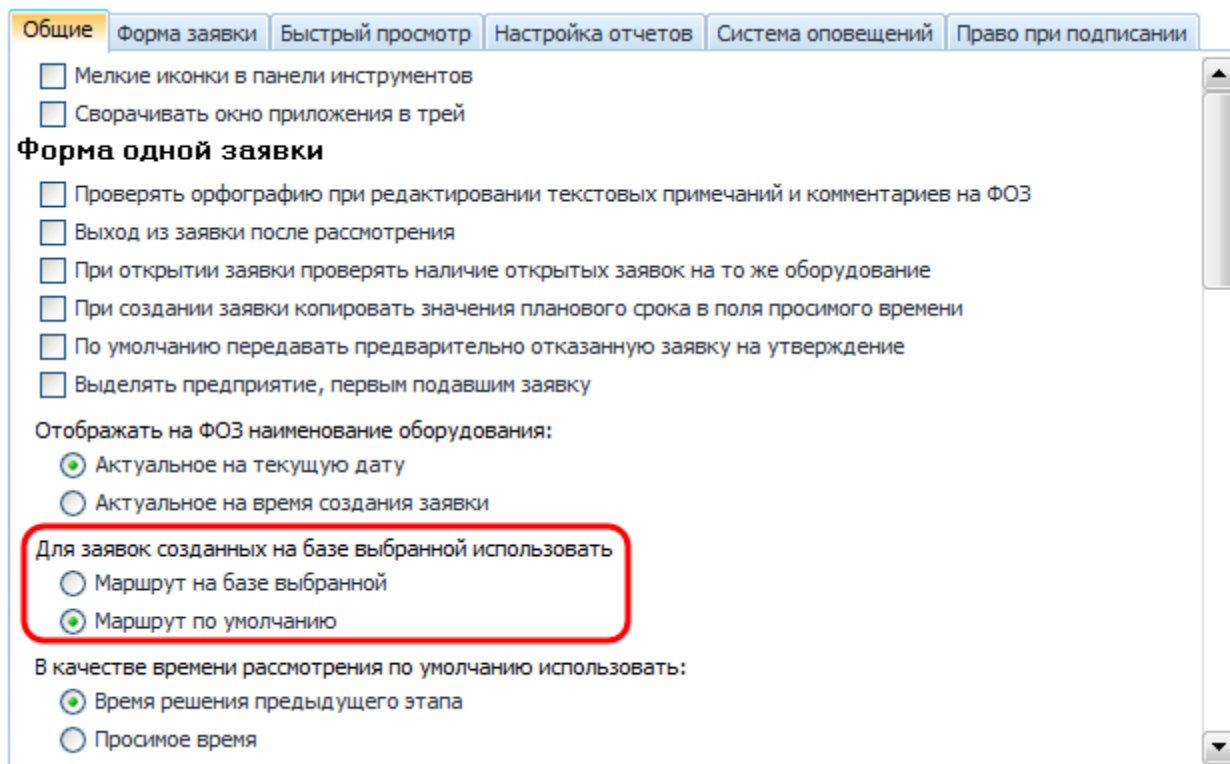

Рисунок 16.9 – Настройка выбора маршрута при создании заявки на базе выбранной
– *«Для заявок, созданных на базе выбранной использовать:»*. В зависимости от выбранного значения происходит следующее (Рисунок 16.9):